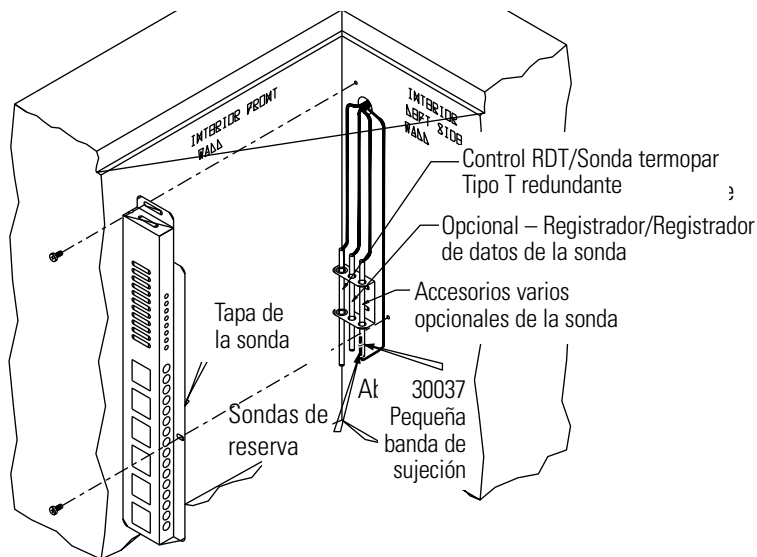

Figura 6-5. ubicación de la sonda
4. Abra la tapa del congelador y ubique la cubierta de la sonda en la pared izquierda delantera superior. Extraiga los dos tornillos con cabeza Phillips que afianzan la cubierta de la sonda (consulte la Figura 6-5).
5. Enrute la sonda BUS a través del puerto de la sonda, aproximadamente 30 cm (12”). Asegure la sonda de reserva a la sonda de temperatura mediante una pequeña banda de sujeción (Figura 6-5).
7. Reinstale la cubierta de la sonda (Figura 6-5).